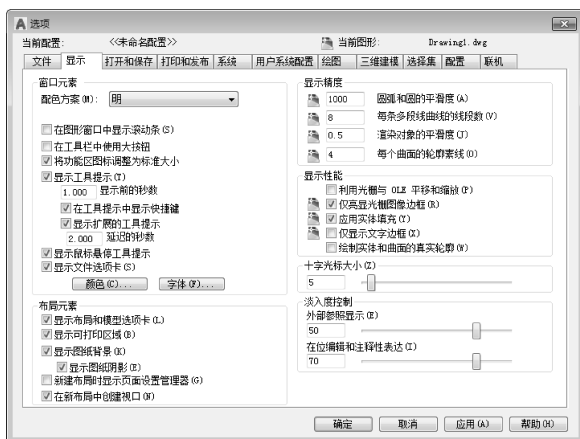

图 1-30 “显示”选项卡
(2) 显示配置：“选项”对话框中的第2个选项卡为“显示”选项卡，该选项卡用于控制 AutoCAD 系统的外观，如图 1-30 所示。该选项卡设置滚动条显示与否、界面菜单显示与否、绘图区颜色、光标大小、AutoCAD 的版面布局设置和各实体的显示精度等。